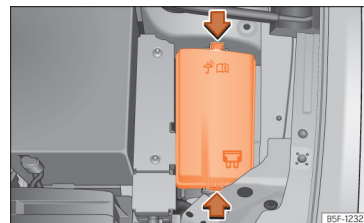

Abb. 56 Im Motorraum: Abdeckung des Sicherungskasten.
- Drücken Sie die Verriegelungslaschen, um die Abdeckung des Sicherungskastens zu entriegeln »» **Abb. 56**.